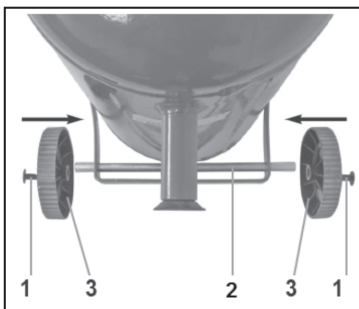

Рис. 2
- Установите на компрессор колеса и опорную ножку (рис. 2);